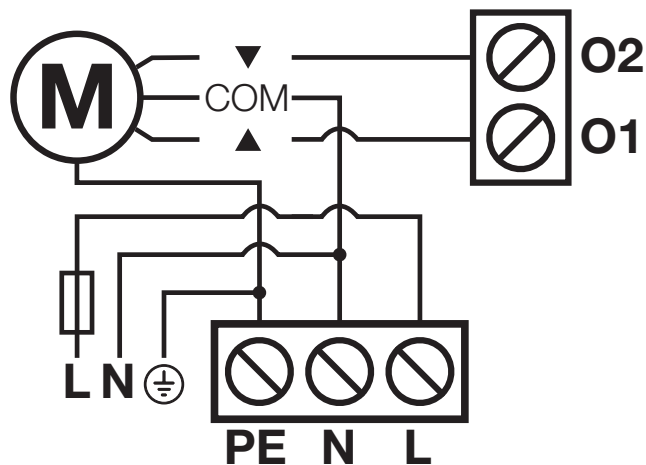

fig.8 Collegamenti elettrici
6. Collegare i conduttori ai morsetti, rispettando lo schema di fig. 8 e le operazioni descritte nei capitoli 4.1, 4.3 e 4.4.